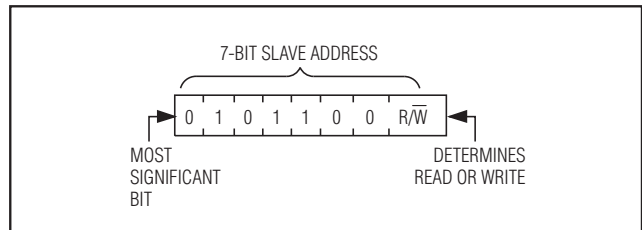

図4. スレーブアドレスとR/Wビット
**スレーブアドレスとR/Wビット：**2線式バス上の各スレーブは、START条件のすぐ後に送信されるスレーブアドレスバイトに应答します。スレーブアドレスバイトは、スレーブアドレスとR/Wビットを含んでいます。スレーブアドレス(図4参照)は上位7ビットで、R/Wビットは最下位ビットです。